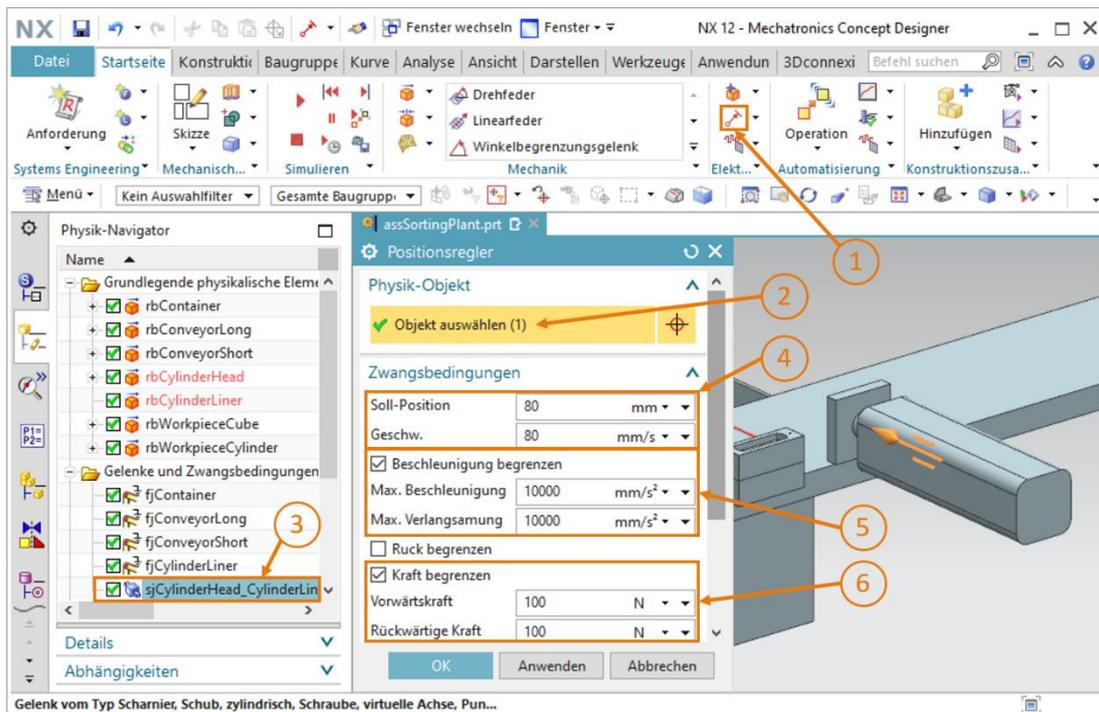

Abbildung 38: Erstellen eines Positionsreglers zum Ausfahren für den Abschieber
→ Navigieren Sie in die Menüleiste "Elektrik" und selektieren Sie unter dem Dropdown-Menü für Aktoren den Befehl "**Positionsregler**" (siehe Abbildung 38, Schritt 1). Es öffnet sich das Befehlsfenster "Positionsregler". Unter dem Reiter "**Physik-Objekt**" wählen Sie Ihr in Kapitel 7.5 erstelltes **Schubgelenk** aus (siehe Abbildung 38, Schritt 2 + 3). Geben Sie im Reiter "Zwangsbedingungen" die folgenden Werte für die Parameter vor:
- Eine **Soll-Position** von **80 mm** und eine **Ausfahrgeschwindigkeit** von **80 mm/s** (siehe Abbildung 38, Schritt 4)
- "**Beschleunigung begrenzen**" aktivieren Sie mit einem Wert von **10000 mm/s2** für die maximale Beschleunigung und für die maximale Verlangsamung (siehe Abbildung 38, Schritt 5)
- "**Kraft begrenzen**" aktivieren mit einem Wert von **100 N** für die Vorwärtskraft und für die rückwärtige Kraft (siehe Abbildung 38, Schritt 6)